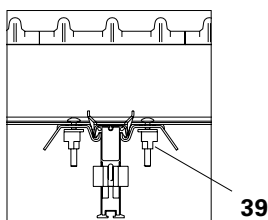

Fig. A9.04a
6. Insérer des Éclisse de Contreventement SAO (39) supplémentaires des deux côtés jusqu'aux poutrelles primaires de dessous. Pousser les Éclisse de Contreventement précédemment montés vers l'intérieur contre les poutrelles primaires de dessous. (Fig. A9.04a)